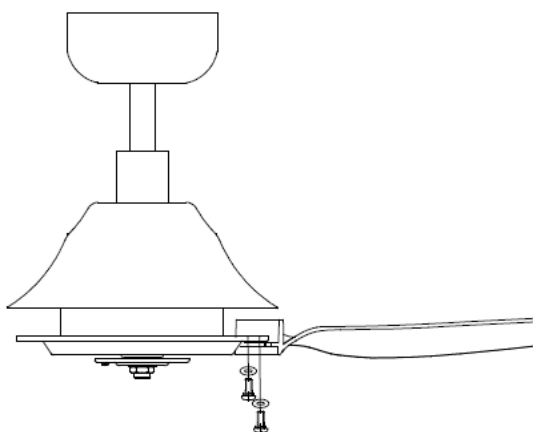

Fig. 8
- Ασφαλίστε τα πτερύγια περνώντας τις 2 βίδες από το 'κιτ πτερυγίων' και τα πτερύγια και βιδώστε πάνω στον ηλεκτροκινητήρα . Fig.8